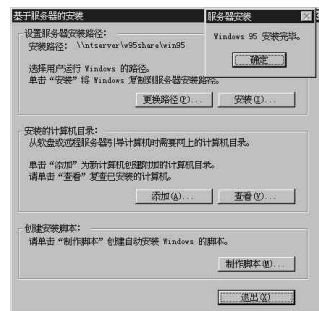

图 10
3、单击“安装”，在弹出的对话框中指定 Win95 的“安装源路径”(如 H:\WIN95，这是 Win95 安装光盘上的目录)，再单击“确定”，在弹出的“创建默认值”对话框中选择“不创建默认值”。接下来，在弹出的“产品标识”对话框中输入 Win95 的产品标识号，再单击“确定”。这样，便可将 Win95 文件安装到 NT 服务器中。安装完成后，“基于服务器的安装”对话框见图 10。